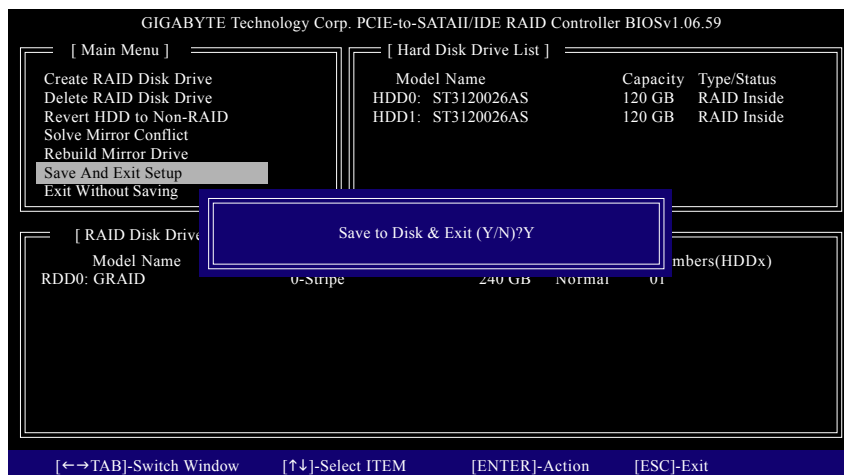

図 10
7. セットアップを保存して終了: RAID アレイを設定した後、メインスクリーンで Save And Exit Setup アイテムを選択し設定を保存してから RAID BIOS ユーティリティを終了し、<Y>を押します (図 10)。